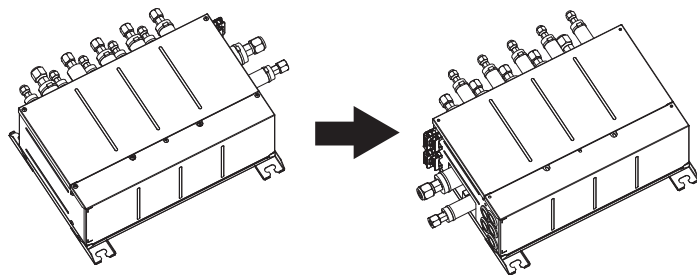
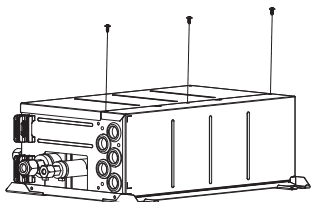

Fig. 4-4
Fig. 4-5
4.1. La direzione della tubazione può essere cambiata. (Fig.4-4). [Procedure operative] (Fig. 4-5)
① Rimuovere le viti in ogni parte.